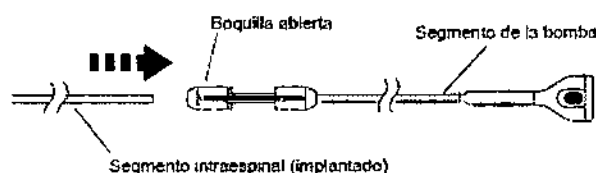

Figura 13. Inserción del segmento intraespinal en el conector para catéter.
5. Sujete el centro del conector para catéter e inserte el extremo del segmento intraespinal en el orificio de la boquilla abierta (Figura 13). El segmento intraespinal se deslizará sobre la clavija metálica situada en el centro del conector para catéter.